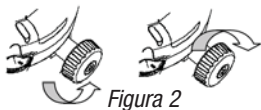

Figura 2
4. Nivele la ampolla con la perilla de nivelación (figura 2).